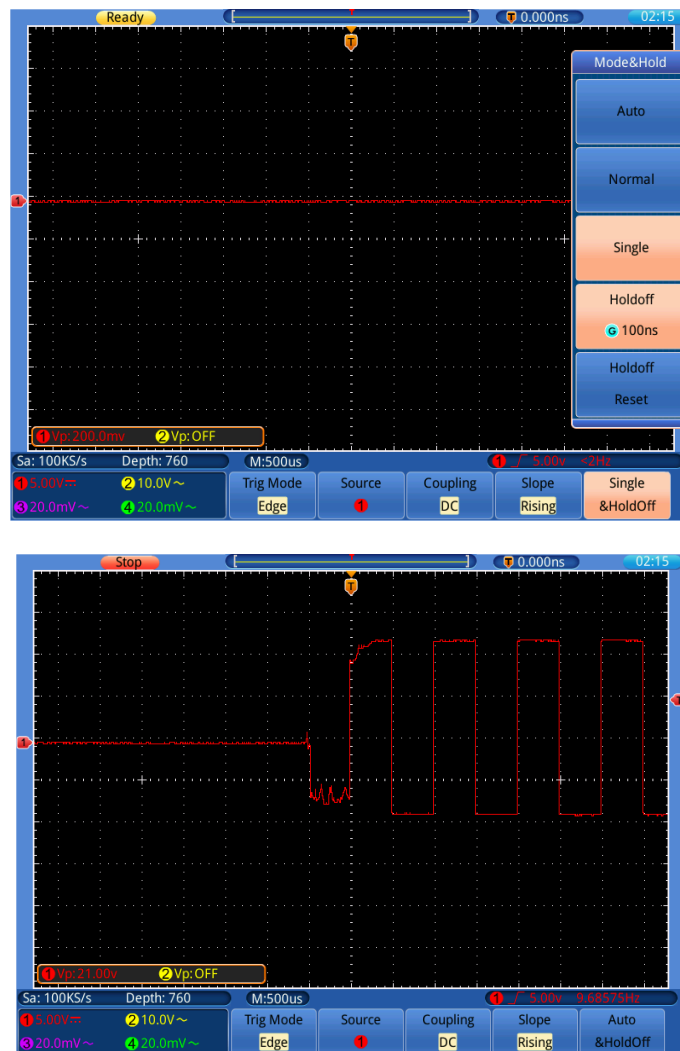

Bild 0-3 Einzelsignal erfassen
5. Wählen Sie **Quelle** im unteren Menü und dann ① für CH1.
10. Prüfen Sie die Triggerstatusanzeige am oberen Bildschirmrand. Ist sie nicht bereit, drücken Sie die **Run/Stop**-Taste, um mit der Aufzeichnung zu beginnen, und warten Sie auf einen Trigger. Wenn ein Signal den eingestellten Triggerpegel erreicht, wird eine Abtastung gemacht und dann auf dem Bildschirm ausgegeben. Auf diese Weise kann ein zufälliger Impuls leicht erfasst werden. Wenn wir zum Beispiel einen Impuls mit hoher Amplitude finden wollen, setzen wir den Triggerpegel auf einen leicht höheren Wert als den Mittelwert des Signalpegels, drücken dann die **Run/Stop**-Taste und warten auf einen Trigger. Tritt ein Impuls auf, wird das Gerät automatisch triggern und die Wellenform aufzeichnen, die im Zeitraum um die Triggerzeit erzeugt wurde. Drehen Sie den Einstellknopf **HORIZONTAL POSITION** im Horizontal-Bedienfeld, um die horizontale Triggerposition so zu verändern, dass eine negative Verzögerung entsteht, mit der Sie die Wellenform vor dem Impuls einfach beobachten können (Bild 0-3).